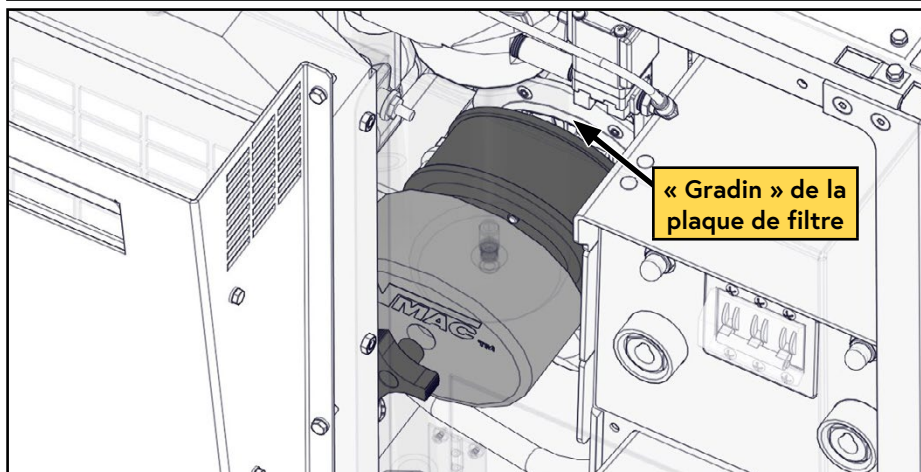

Figure 22 — Installer l'élément de filtre à air
- ☐ Assurez-vous que l'élément filtrant s'insère solidement sur le « gradin » de la plaque de filtre (Figure 22).
Le filtre à air du compresseur peut être accessible et changé par le côté du panneau de service du Cat MF. Pour plus de clarté, Figure 22 est illustré du côté du radiateur du système.